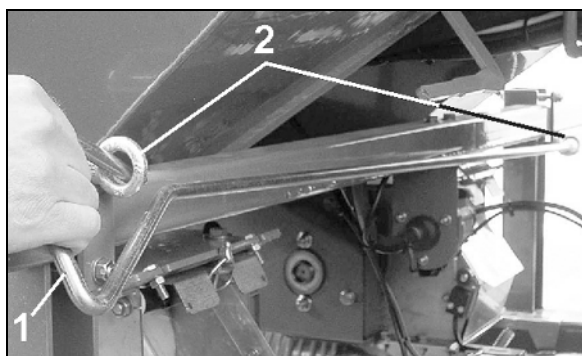

Рис. 104
- Консоли (Рис. 104/1) поднимаются из транспортной блокировки (Рис. 104/2).